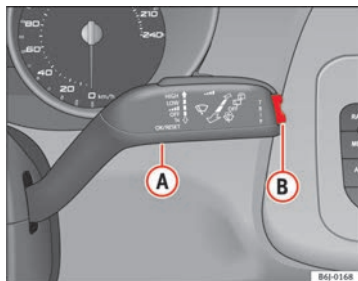

Fig. 34 Alavanca do limpa-vidros: botão A e botão basculante B
- Com a ignição ligada, pressionar brevemente o botão ⇒ Fig. 34 **A** do manípulo do limpa-vidros para mudar de uma memória para a outra.